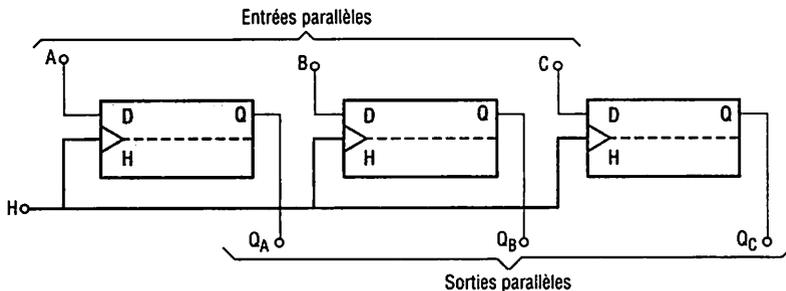

Fig. 3 : Registre à entrées parallèles, sorties parallèles.
a) Schéma de principe (fig. 3)